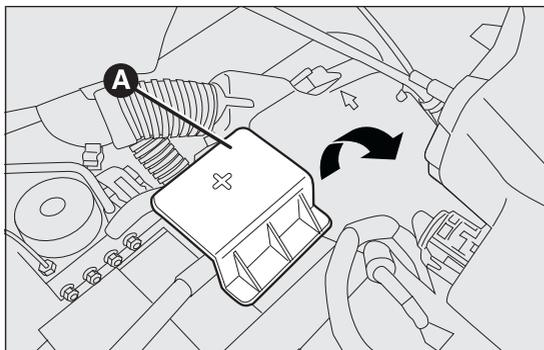

fig. 158
- rimuovere il coperchio A fig. 158 di protezione del polo positivo della batteria sollevandolo verso l'alto;